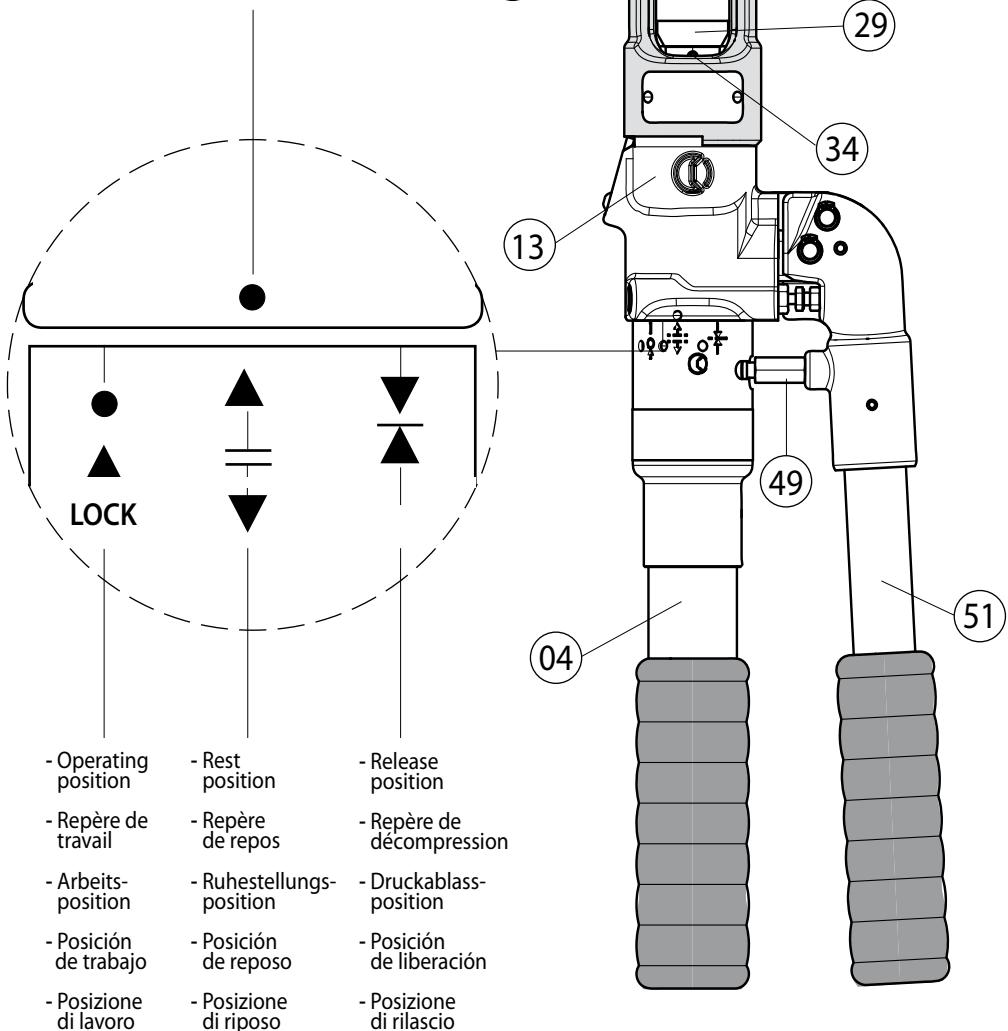

FIG. 2
- Far arretrare completamente il pistone (34) agendo come visto al punto 2.4.
- Mantenendo chiusi a fondo i manici, ruotare ulteriormente il manico fisso fino alla posizione di riposo  ; il manico mobile rimarrà così bloccato tramite il dente d'arresto (49).
2.6) Cambio delle matrici (Rif. a Fig. 2)
- Premendo il perno di sblocco (27) si sblocca il perno ferma matrice (22) che scatta nella posizione di completamente aperto.
- Estrarre dalla forcella (21) la coppia di matrici da sostituire ed inserirvi la nuova.
- Spingere a fondo il perno ferma matrice nei bracci della forcella sino alla fuoriuscita del perno di sblocco (27).